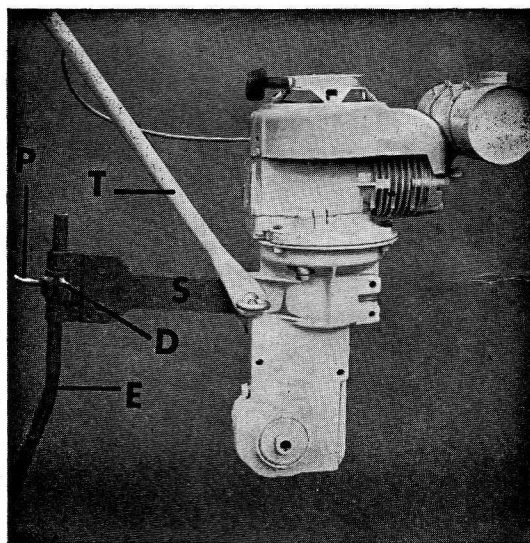

Fig. 2
- Monter le bras T du guidon la partie crantée contre le support éperon S. Bloquer l'ensemble au moyen de l'écrou à œil O avec la rondelle GROWER, après avoir positionné le guidon à une hauteur convenable suivant la taille du conducteur (fig. 2).
- Bloquer l'éperon dans la douille en serrant la vis à poignée (fig. 2).